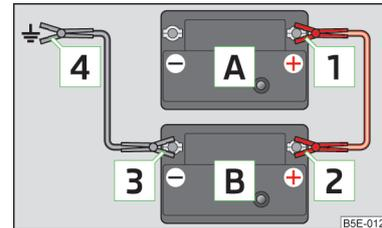

Fig. 153
- Conectar el borne **1** al polo positivo de la batería descargada **A** >> fig. 153.